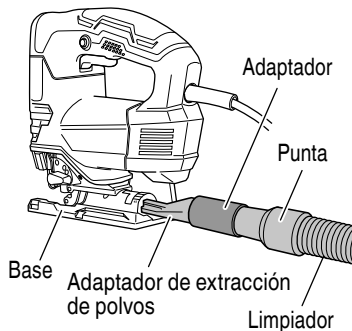

Fig. 22
Conectando con el limpiador (en venta separadamente) a través del colector de polvo y el adaptador (en venta separadamente), se podrá recolectar casi la totalidad del polvo. (Fig. 22)
- (3) Conecte el adaptador de extracción de polvos con el adaptador. (Fig. 22)
- (4) Conecte el adaptador con la punta del limpiador. (Fig. 22)